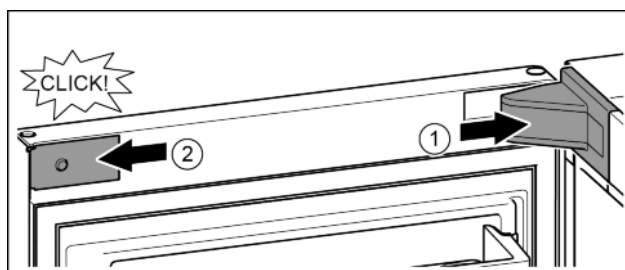

Fig. 18
► Poser et enclencher le cache du support de palier, l'introduire en appuyant délicatement. Fig. 18 (1)
► Mettre en place le cache latéralement et l'enclencher. Fig. 18 (2)